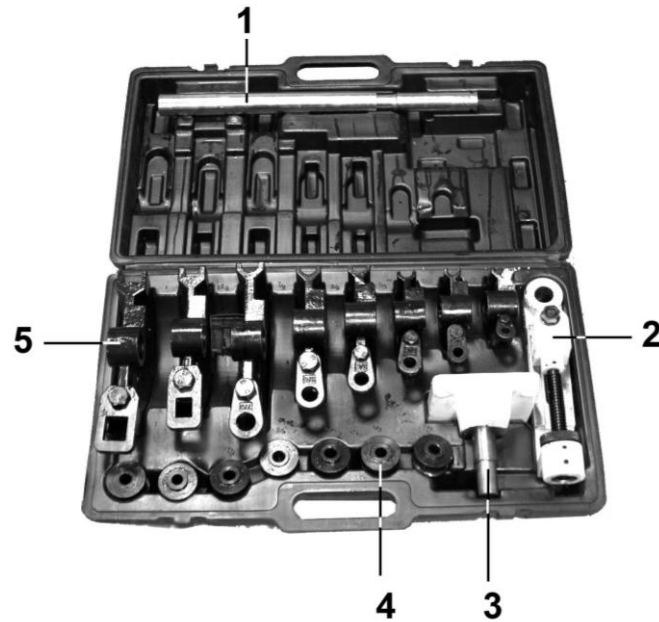

Рис. 1
3. КОМПЛЕКТНОСТЬ (Рис. 1)
В комплект поставки входит (Рис. 1):
Перед транспортировкой трубогиба на существующие расстояния (например, на другой объект) его необходимо очистить от грязи и пыли, разобрать и уложить все его детали в кейс, Рис. 1.
Хранить трубогиб необходимо в разобранном состоянии в кейсе, Рис. 1, при нормальной температуре, в сухом помещении, недоступном для детей. При этом, все детали должны быть чистыми. При длительном хранении рекомендуется смазать неокрашенные металлические поверхности и соединения консервационной смазкой